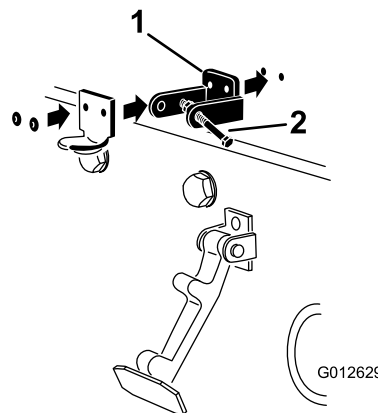

Figura 16
**Nota:** O suporte do trinco tem de estar contra o capot (Figura 16). Não retire o parafuso e a porca do braço do suporte do trinco.
5. Aplique rebites nos suportes e nas anilhas ao capot (Figura 16).